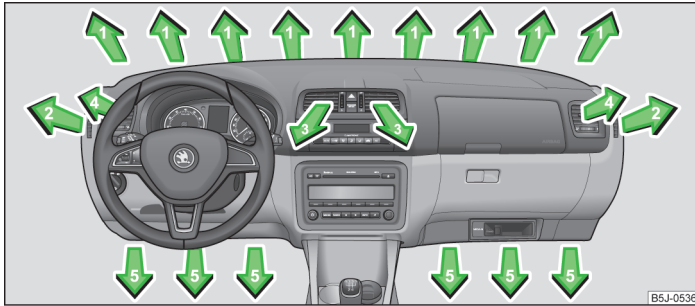
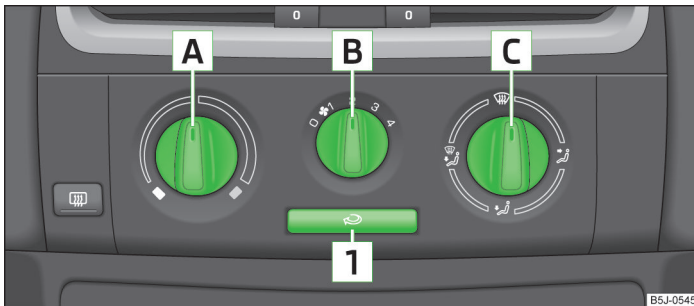

Abb. 78 Luftaustrittsdüsen
Abb. 79 Heizung: Bedienelemente
➤ Das senkrechte Rad (Luftaustrittsdüsen 3) » Abb. 78 bzw. das waagerechte Rad (Luftaustrittsdüsen 4) in die Stellung drehen.
- Die waagerechten Lamellen mithilfe des verschiebbaren Verstellers schwenken, um die Höhe der Luftströmung zu ändern » Abb. 78.
Die Luftzufuhr für die einzelnen Luftaustrittsdüsen mit dem Luftverteilungsregler » Abb. 79 auf Seite 79 einstellen. Die Luftaustrittsdüsen 3 » Abb. 78 und 4 können einzeln geschlossen und geöffnet werden.
- › Den Drehregler **A** » Abb. 79 nach rechts drehen, um die Temperatur zu erhöhen.
- › Den Gebläseschalter **B** » Abb. 79 in eine der Positionen 1 bis 4 drehen, um das Gebläse einzuschalten.
- › Mit dem Luftverteilungsregler **C** » Abb. 79 wird die Richtung des Luftaustritts geregelt » Seite 78.
Alle Bedienelemente, außer dem Gebläseschalter **B** » Abb. 79, können auf jede beliebige Zwischenstellung eingestellt werden.
- Bedienungselemente **A** » Abb. 79 auf Seite 79, **B**, **C** und die Taste **1**.
- Luftaustrittsdüsen 4 » Abb. 78 auf Seite 78.
- Wir empfehlen Ihnen, die Luftaustrittsdüsen 3 » Abb. 78 auf Seite 78 in geöffneter Stellung zu belassen.
- Die Taste  **1** » Abb. 79 auf Seite 79 drücken, in der Taste leuchtet die Kontrollleuchte auf.
- Die Taste  **1** » Abb. 79 auf Seite 79 erneut drücken, die Kontrollleuchte in der Taste erlischt.
Wenn der Luftverteilungsregler **C** » Abb. 79 auf Seite 79 in die Position  gedreht wird, wird der Umluftbetrieb automatisch ausgeschaltet. Durch wiederholtes Drücken der Taste  kann auch in dieser Stellung der Umluftbetrieb wieder eingeschaltet werden.